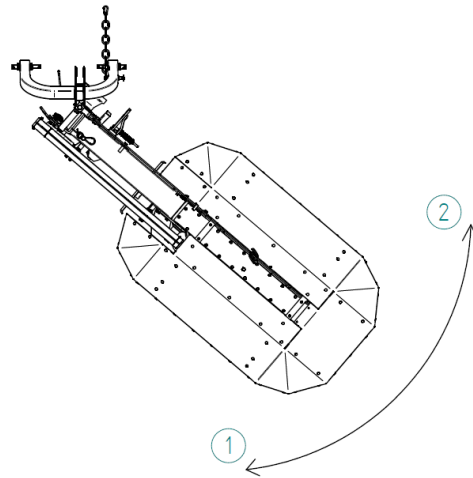

Abbildung 12 Position des Kreiselmäher:
6. Den Kreiselmäher manuell in die Transportposition stellen (Abb. 12), so dass der Befestigungsbolzen in das Loch im Verbindungsglied flutschen kann (die Seil muss lose sein) (Abb. 13A).
5. Wenn man hinter der Maschine steht, die Seil ziehen, um den Befestigungsbolzen aus dem Verbindungsglied herauszunehmen (Abb. 13B), anschließend den Kreiselmäher in die Arbeitsposition bringen (Abb. 12).